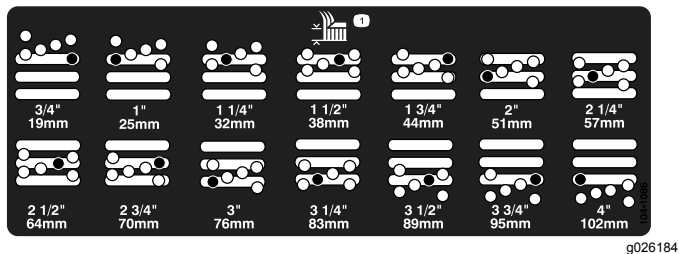

図 20
5. 希望の刈り高にチェンバを合わせ、その刈り高の穴とスロットにスペースを通す 図 20。